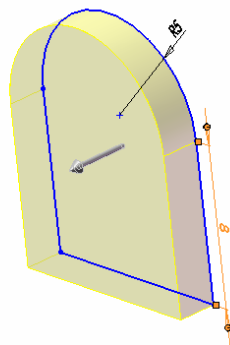

图 10-91 进行拉伸操作
③ 生成“拉伸”特征。选择菜单栏中的“插入”→“凸台/基体”→“拉伸”命令，或者单击“特征”工具栏中的“拉伸凸台/基体”图标，系统弹出“拉伸”属性管理器，在方向 1 的“深度”栏中键入数值：2，如图 10-91 所示，单击“确定”图标。
④ 绘制另一个草图。单击图 10-91 所示的拉伸实体的一个面作为基准面，然后单击“草图”工具栏中的“矩形”图标，绘制一个矩形，矩形要大于拉伸实体的投影面积，如图 10-92 所示。
⑤ 生成“拉伸”特征。选择菜单栏中的“插入”→“凸台/基体”→“拉伸”命令，